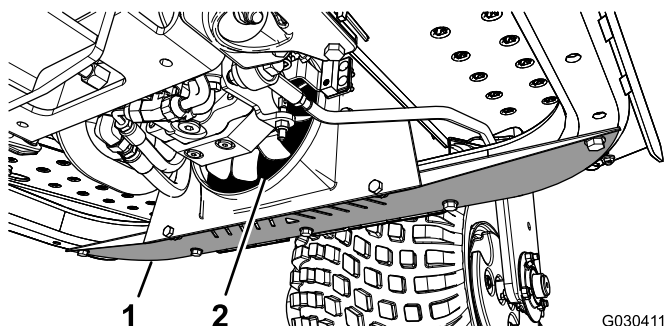

Figura 45
1. Rimuovete lo schermo inferiore (Figura 45).
2. Utilizzando un tubo, soffiare aria compressa tra le lame della ventola (Figura 45) per far fuoriuscire il materiale dalla direzione in cui è entrato.